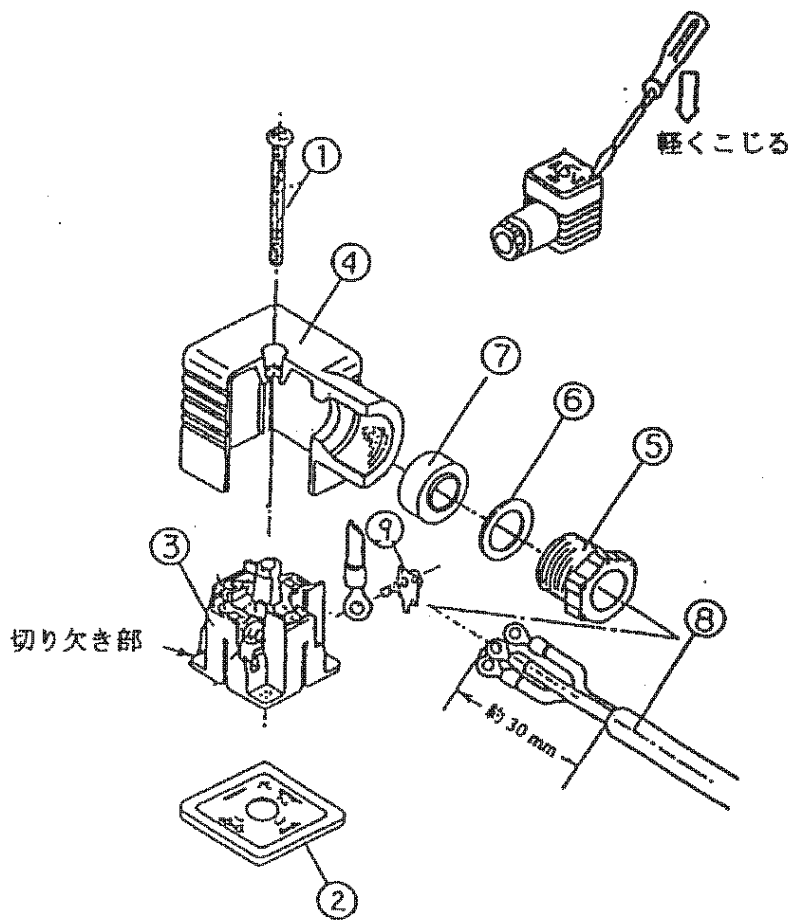

図8 DINコネクタの構成
(1) 分解
- (a) ねじ①を緩めてからコネクタをねじ①の方向に引っ張り、コイル本体からコネクタを取外してください。
- (b) ねじ①を抜き取ります。ガスケット②は無くさない様に保管してください。
- (c) 端子台③の底の切り欠き部の隙間に、小形マイナスインスライバを差し込み、軽くこじりながら、端子台③からケース④を外してください。(19ページの図8参照)
- (d) ケーブルグランド⑤を外し座金⑥とパッキン⑦を取り出してください。
(2) 配線
- (a) ケーブル⑧にケーブルグランド⑤、座金⑥、パッキン⑦の順に通し、ケース④にケーブル導入口から挿入してください。
- (b) ケーブル⑧の先端より約30mm外皮を剥ぎ、芯線は圧着端子を取り付ける等の端末処理をしてください。